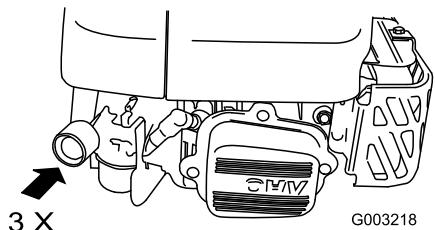

Figura 18
- Apriete el cebador 3 veces con el dedo pulgar, presionando con fuerza, y manteniendo la presión durante un segundo antes de soltarlo (Figura 18).